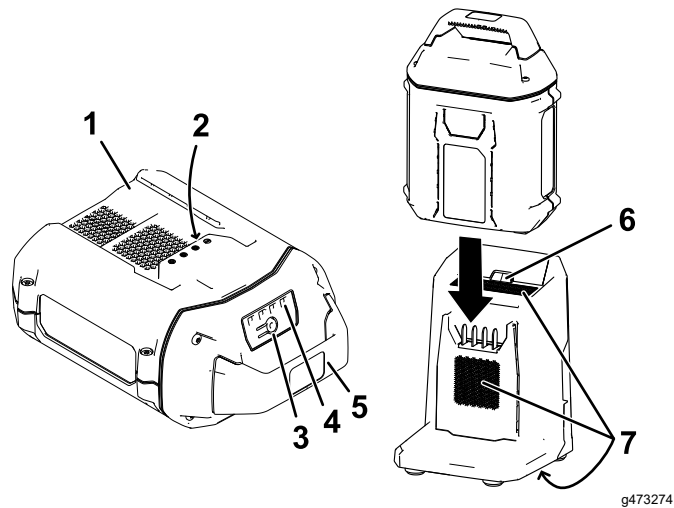

Figure 19
2. Placez le creux de la batterie (Figure 19) devant la languette du chargeur.
3. Glissez la batterie dans le chargeur jusqu'à ce qu'elle soit complètement enclenchée (Figure 19).